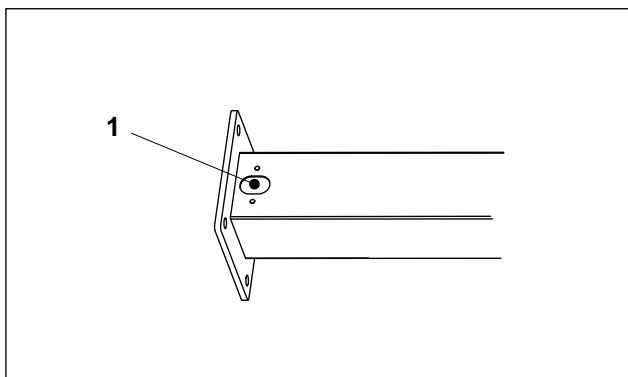

Abb. 5 Kabeleinführung der Stele
5. Befestigen Sie eine Durchführungsstüle (Beipack) an der Kabeleinführung (Abb. 5/1).
Falls ein Schutzpotenzialausgleich der Stele erforderlich ist, muss eine separate Potenzialausgleichsleitung zur Stele geführt sein. Ebenso verhält es sich, wenn zusätzliche Leitungen zu einer externen optionalen Sperr-/Freigabeeinrichtung geführt sind. Auch diese Leitungen müssen Sie durch die Kabeleinführung (Abb. 5/1) einführen.